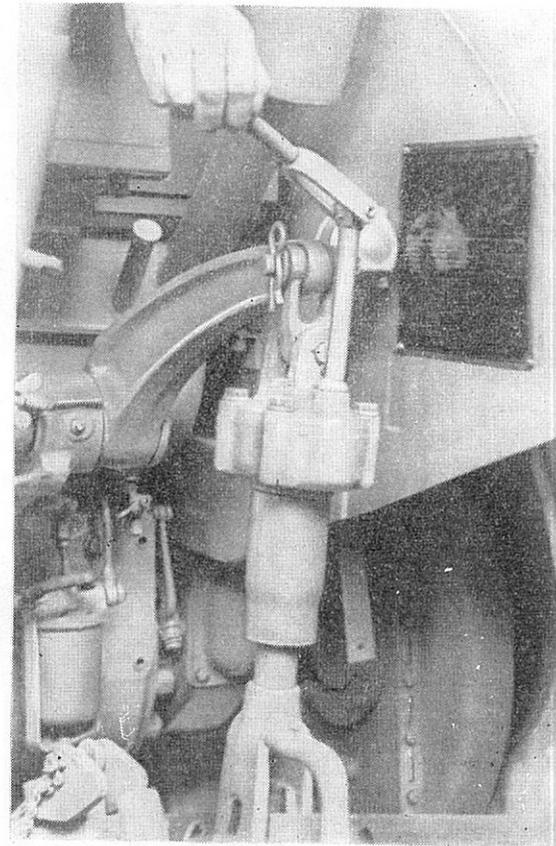

Fig. 18. Réglage de l'entretoise du dispositif d'attelage
3. Fixer l'articulation du bras d'attelage côté gauche sur l'axe du dispositif d'attelage de la machine au moyen d'une cheville facilement amovible. Si la hauteur de l'axe d'accouplement ne correspond pas à celle de l'articulation du bras d'attelage côté droit, rattraper la différence par réglage de l'entretoise (fig. 18).